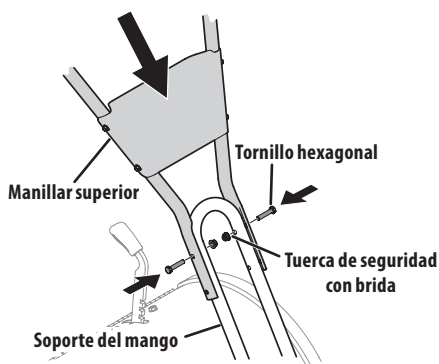

Figura 2
- Utilizando los dos tornillos hexagonales y las dos tuercas de seguridad con brida, acople sin apretar el soporte del manillar utilizando los orificios superiores. Vea la Figura 2.